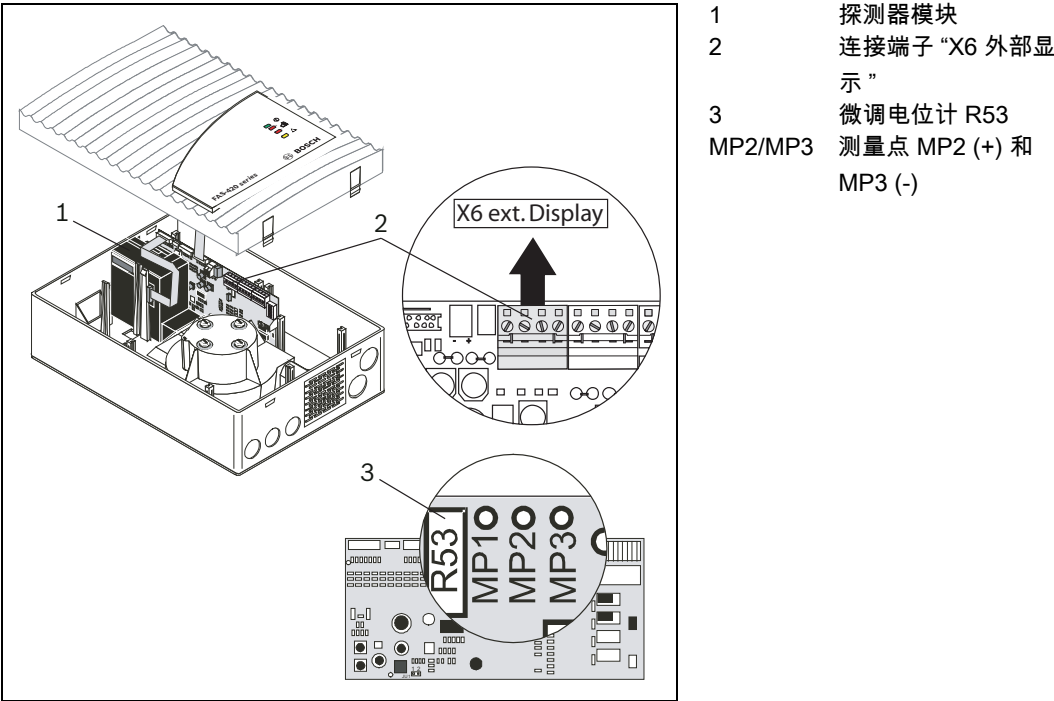

图 6.2 与气压相关的气流传感器校准
4. 从主板卸下“X6 外部显示”连接端子。将多用表连接到测量点 MP2 (+) 和 MP3 (-)（参见图 6.2）。注意极性。在测量设备上，选择“V-DC”范围。测量点处的默认电压为 1.2 V。